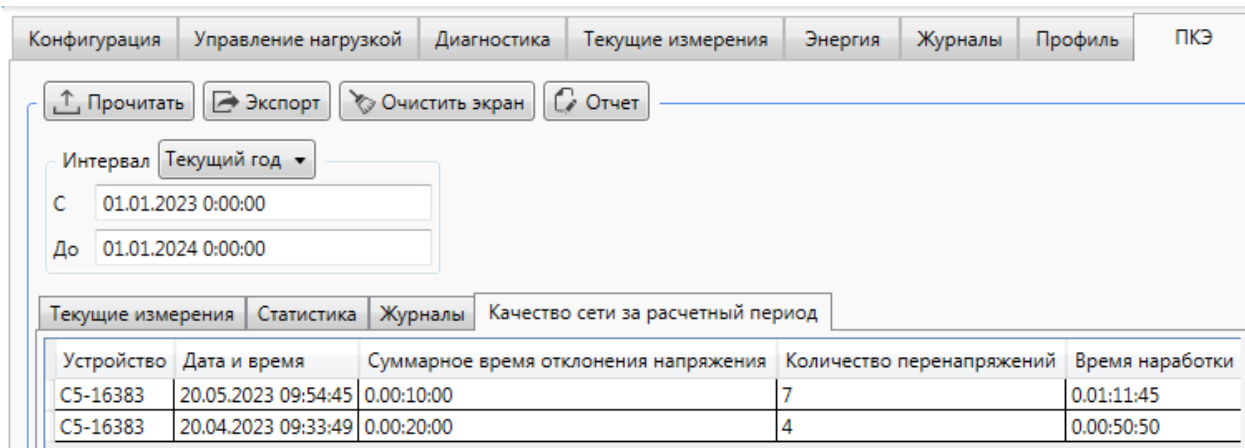

Рисунок 9.51 – Просмотр журнала качества сети за расчетный период
9.6.6.10 Для просмотра журнала качества сети за расчетный период необходимо перейти на вкладку *ПКЭ* области параметров программы КОНФИГУРАТОР и затем на вкладку *Качество сети за расчетный период* (рисунок 9.51).